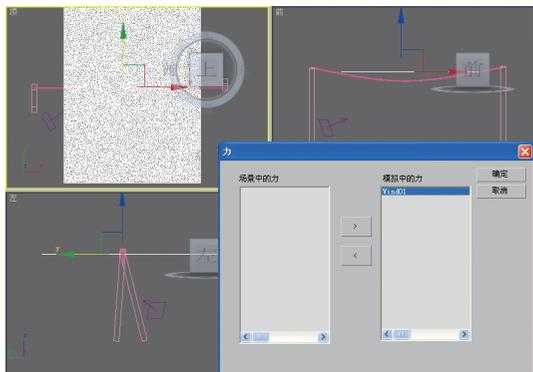

图9-85 添加力
**04** 选择布料物体，在其参数卷展栏中单击【Cloth力】按钮，在打开的对话框中按照图9-85所示的参数进行设置。